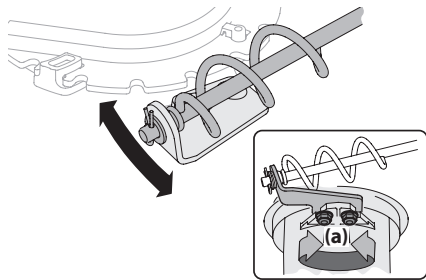

Figure 4-7
1. Desserrez les deux écrous qui maintiennent le support de la goulotte et ajustez légèrement la position de celui-ci. Voir Figure 4-7.